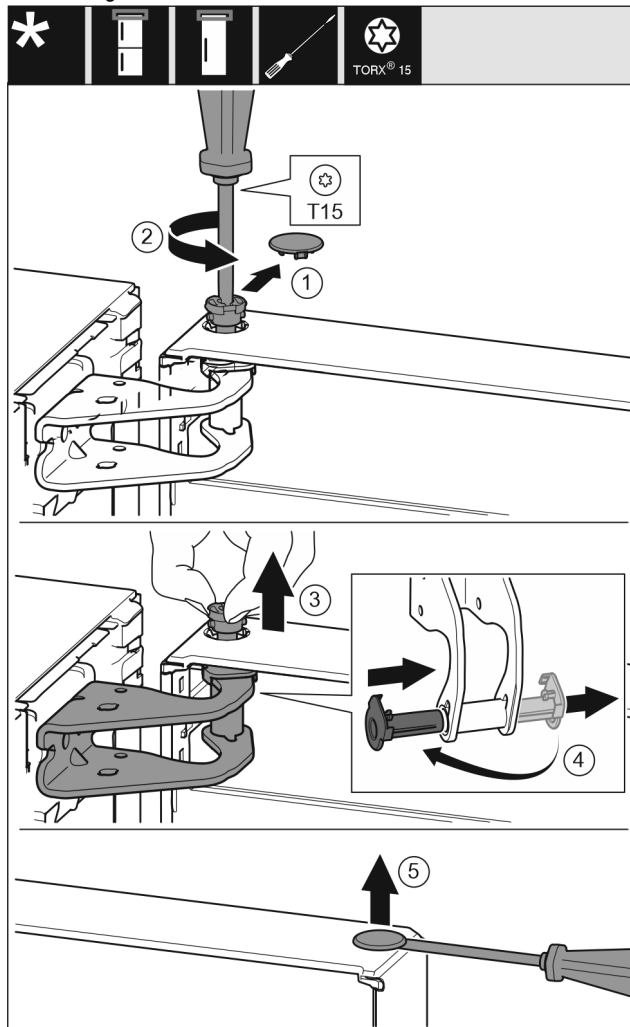

Fig. 7
- Bezpečnostní kryt opatrně stáhněte. Fig. 7 (1)
- Šroubovákem T15 o kousek vyšroubujte čep. Fig. 7 (2)
- Dveře podržte a čep vytáhněte prsty. Fig. 7 (3)
- Vytáhněte ložiskové pouzdro z vedení. Vložte z druhé strany a zaklapněte. Fig. 7 (4)
- Plochým šroubovákem opatrně nadzvedněte zátku z ložiskového pouzdra dveří a vytáhněte ji. Fig. 7 (5)